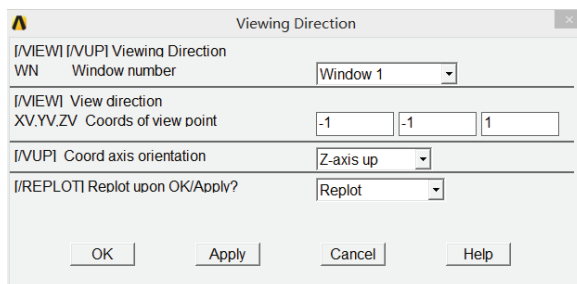

图 6-90 视图显示方向设置对话框
3) 选择 Utility Menu | PlotCtrls | View Settings | Viewing Direction 命令，出现 Viewing Direction 对话框，在 XV,YV,ZV Coords of view point 输入栏中依次输入 -1、-1、1，在 [/VUP]Coord axis orientation 下拉菜单中选择 Z-axis up，如图 6-90 所示，单击 OK 按钮关闭该对话框。